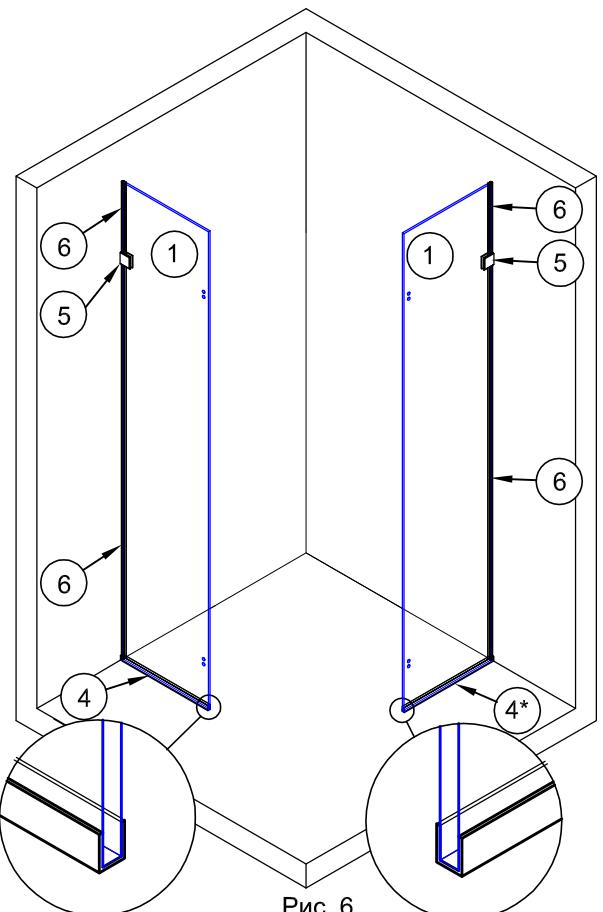

Рис. 6
2.5. Установить уплотнитель №6 на торцы стеклянных панелей со стороны стены. Отрезки уплотнителя подрезать для плотного прилегания до держателей и до профилей №4 на полу (рис.6).
2.6. В середину профилей №4 нанести силиконовый герметик. Количество герметика нужно рассчитать на заполнение всех щелей между профилем и стеклом (рис.6).
Прижать стекло к стене и полу . Внешние торцы стекол и профилей №4 должны совпадать с торцами соответствующих панелей (рис.6).